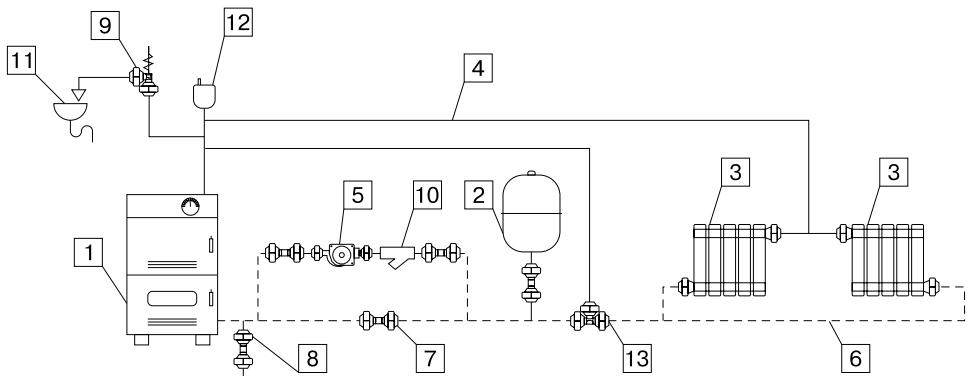
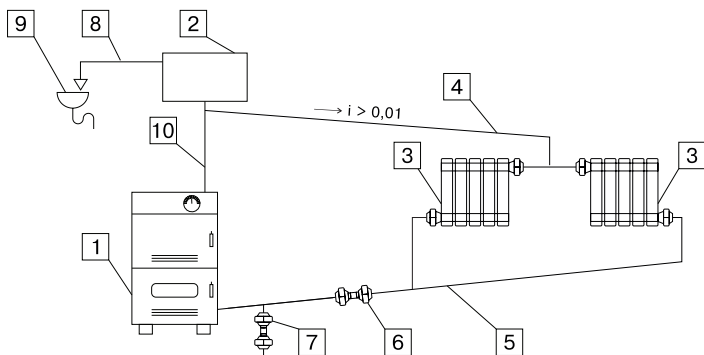

Рис.4 Схема закрытой системы отопления
Рис.5 Схема открытой системы отопления
- Разгонный участок (**Рис.5, поз.10**) должен быть вертикальным и высотой не менее 2 метров;
Типовые схемы монтажа с закрытой и открытой системами отопления представлены на **Рис.4, Рис.5**.